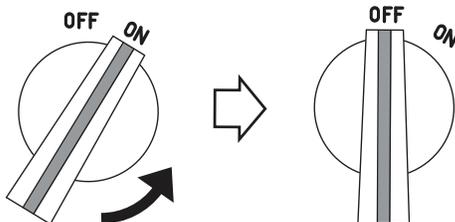

Figura 23. Interruptor de **ENCENDIDO/ APAGADO** del motor (posición de **APAGADO**)
2. Ponga el interruptor de **ENCENDIDO (OFF)/APAGADO (ON)** (Figura 23) en la posición de **APAGADO**.